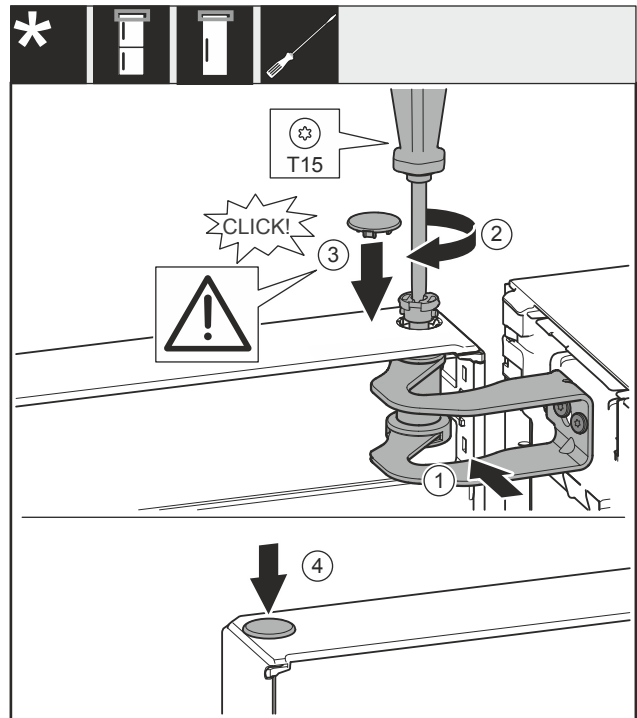

Fig. 37
- ▶ Igazítsa a csapágybak Fig. 37 (1) nyílásához az ajtót.
- ▶ Helyezze be a csapszeget Fig. 37 (2), és húzza meg csavarhúzóval.
- ▶ Helyezze be a fedelet Fig. 37 (3).
- ▶ Ellenőrizze, hogy a fedél Fig. 37 (3) felfekszik-e az ajtóra.
- ▶ Helyezze be a fedelet Fig. 37 (4).